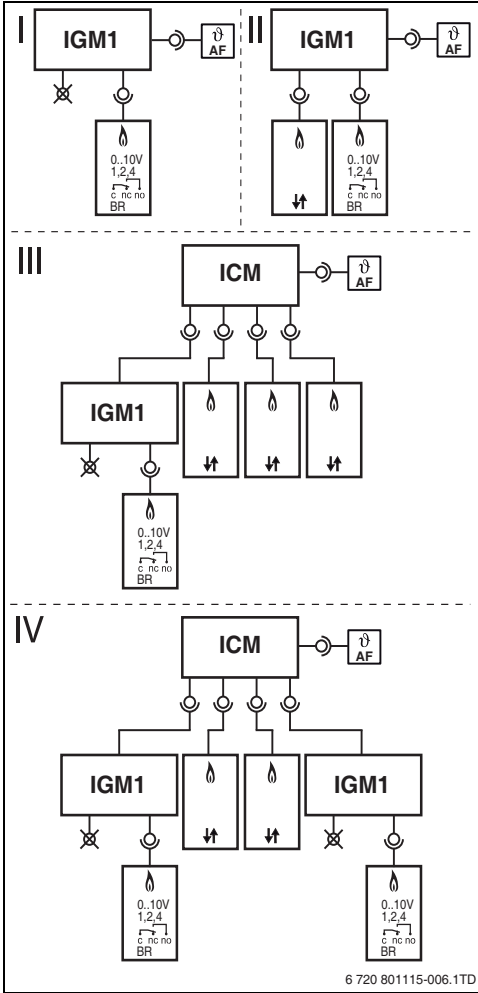

Fig. 3 Configurations
On distingue quatre configurations de base avec l'IGM. Celles-ci représentent les possibilités de l'IGM dans le système. Dans toutes les configurations, la sonde de température de départ jointe à la livraison (VF) peut être utilisée comme sonde de température de départ du système (VF alternative en tant que PFo), les 4 configurations de base sont décrites ici (→ fig. 3) :